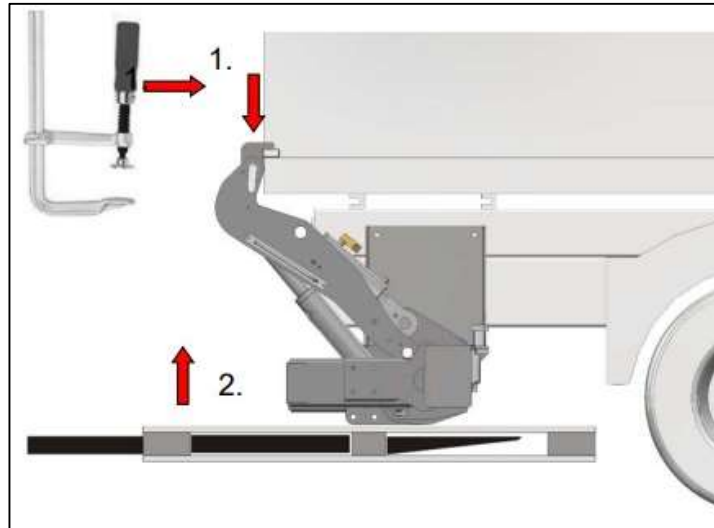
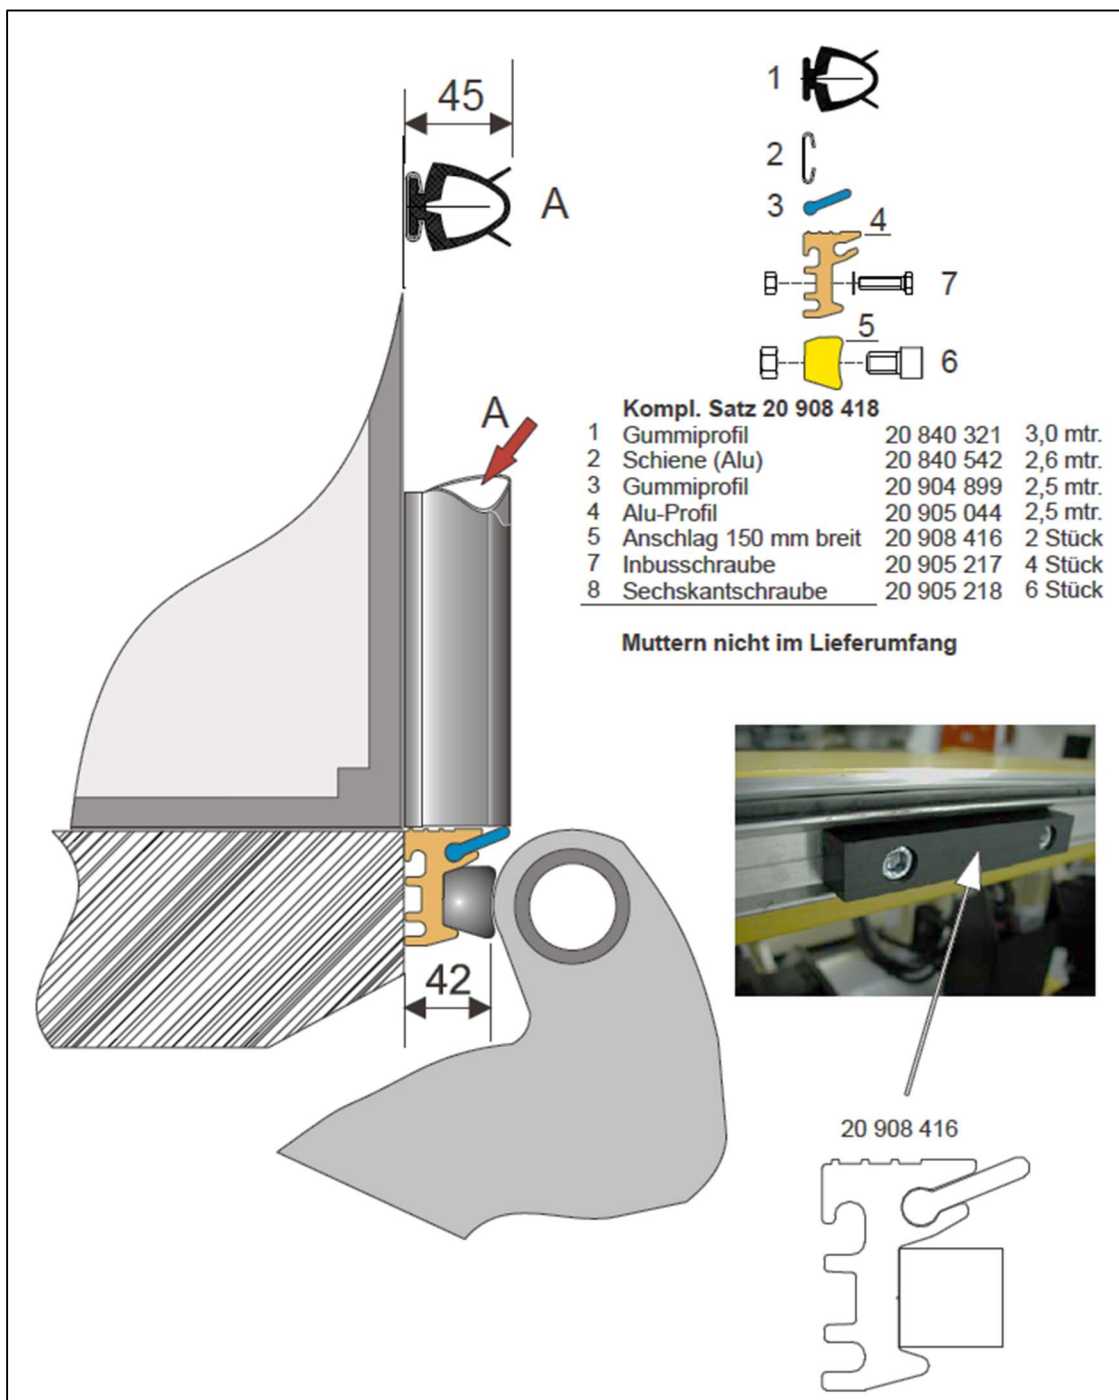

Abbildung 14
Abbildung 15
4. Die Hubarme in die Montagelehren **Art.-Nr. 20 908 520** einhängen und mit Bolzen aus dem Beipack sichern. Das Hubwerk mittig und seitlich ausrichten wie in Abbildung 14. Für die Montage der Kofferdichtung, siehe Abschnitt 5.7/Abbildung 15.